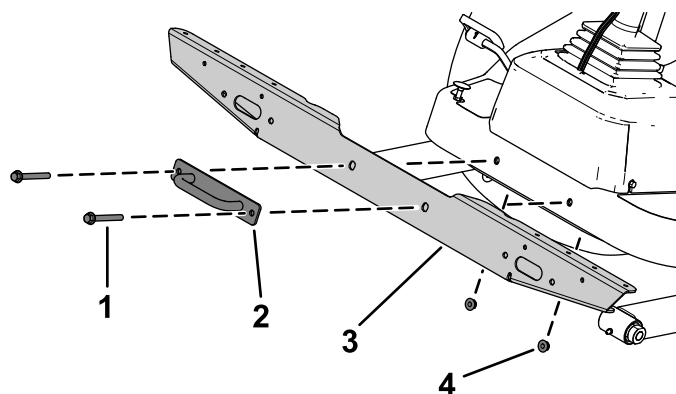

**Figura 11**
- 1. Retire la placa de amarre de la plataforma (Figura 11).